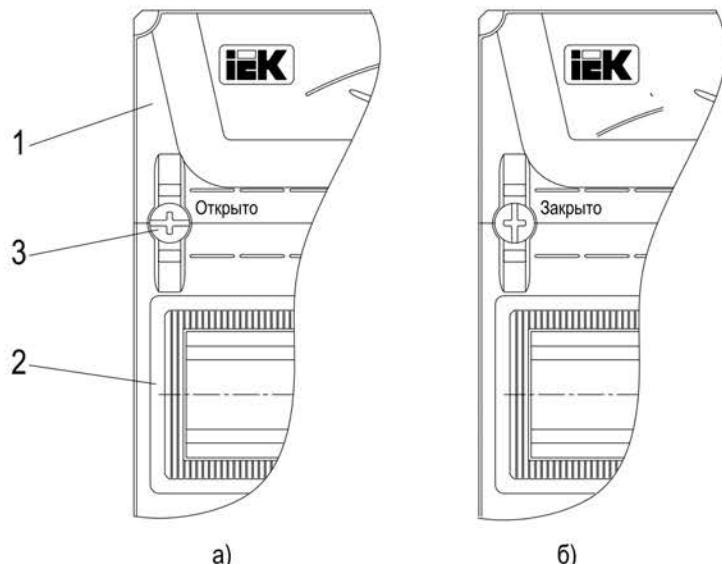

Рисунок 2 – Оперативная панель
6.2 Открыть дверь корпуса и посредством отвёртки повернуть крепёжные клипсы на оперативной панели на угол 90° (шильдики на головке клипсы должны встать параллельно DIN-рейке), при этом панель защелкнется со стоек и её можно снять (рисунок 2а). Торцевым гаечным ключом на 10 мм открутить гайки и демонтировать из оболочки монтажную раму.
6.6 Установить оперативную панель. Для этого повернуть крепёжные клипсы таким образом, чтобы шильдики на головке встал перпендикулярно DIN-рейке и надавить на них, при этом панель защелкнется в стойке (рисунок 2б).